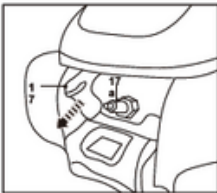

Abb. 29
- Ziehen Sie den Zündkerzenstecker (18) ab (Abb. 29).